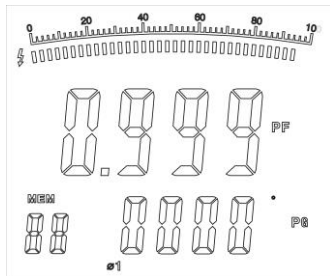

Figure 18
4. En mesure 3 phases, 4 fils: (voir figures 18, 19 et 20).
- Pressez **SEL** pour sélectionner la première phase (figure 18).